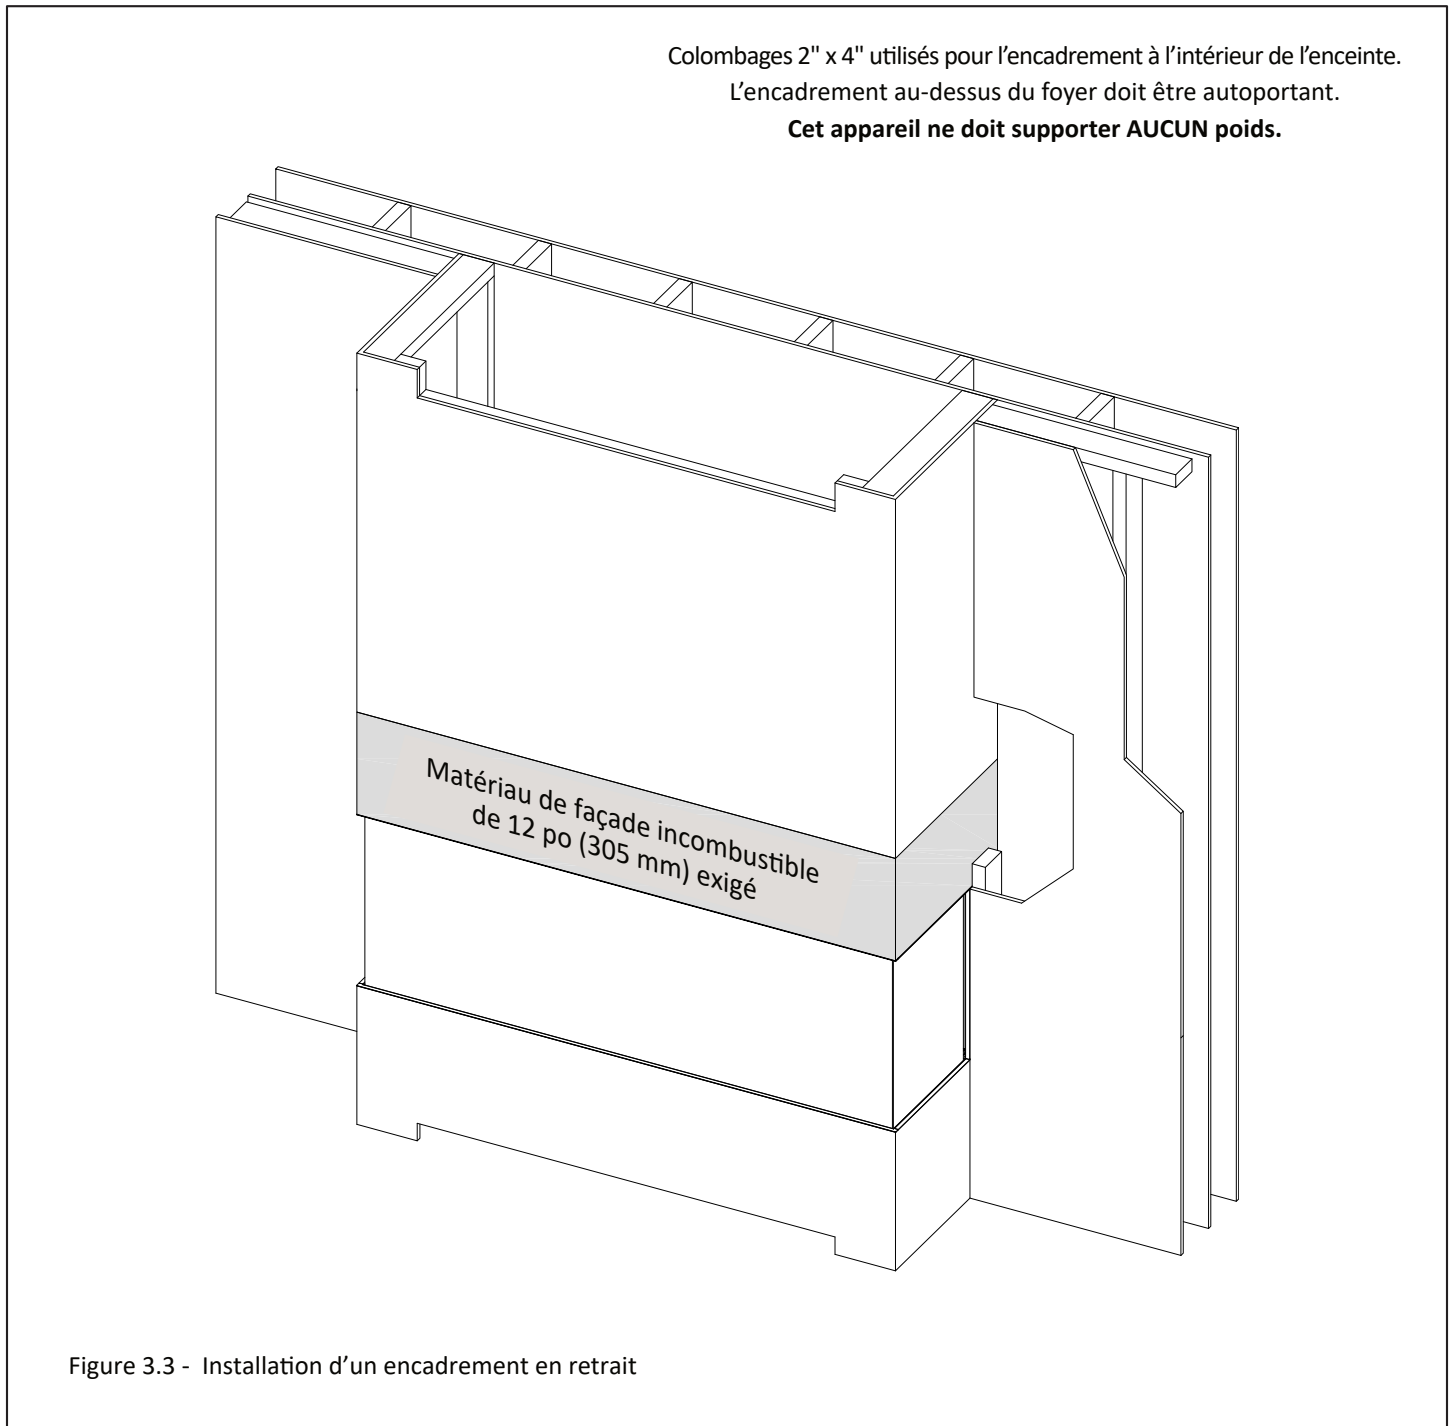

Figure 3.3 - Installation d'un encadrement en retrait
- La Figure 3.3 montre comment installer le matériau de façade sur l'enceinte du foyer lorsque le foyer est installé en retrait. Vous devez d'abord installer le matériau de façade de l'enceinte du foyer, puis construire l'encadrement mural aux côtés du foyer.